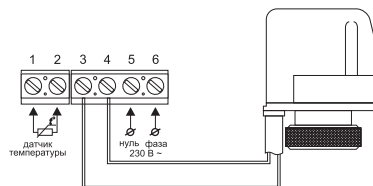

Рис. 3
Подайте напряжение на провод питания. Индикатором определите фазовый и нулевой провода и отметьте их. Датчик температуры подключается к клеммам 1 и 2 (полярность при этом не имеет значения). Напряжение питания (переменное 230В) подается на клеммы 5 и 6, причем фаза (определяемая индикатором) – на клемму 6, а ноль – на клемму 5. Выводы термоголовки подключаются к клеммам 3 и 4. (рис.3)
1. Выполните подключение согласно рис. 3.